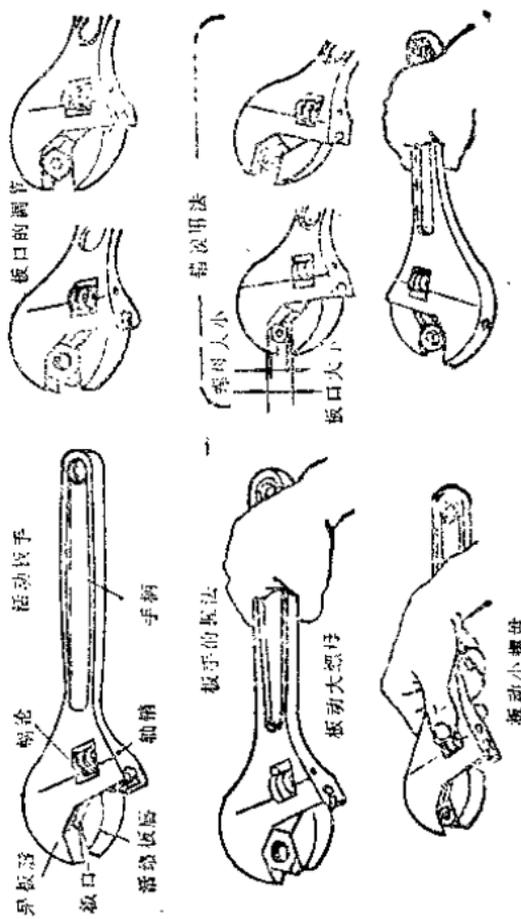

图1—9 活动扳手使用方法
扁嘴钳（图1—8（3）），钳头扁平狭长，用于夹捏、弯曲金属薄片、导线，如用于打线卡，弯线头等。扁嘴钳规格按总长度表示，有110、130、160毫米三种。
斜口钳（图1—8（4））有圆弧型钳头和上翘的刃口。适宜于剪断细金属丝，如配小线时，剪线和剪去弯圆圈后的多余线头。斜口钳规格按总长度表示，有130、160、180、200毫米四种。
剥线钳（图1—8（5））是一种用来剥去电线线头绝缘层的专用工具。钳头左边一片作用是夹住导线，右边一片装有一付切刀，刀片上有四对圆孔，分别适应于剥切线芯直径为0.6、1.2、1.7和2.2毫米的导线。使用时，将导线放在合适的缺口内，手握手柄，钳头一片夹住导线，另一片继之向下割绝缘层，然后，钳口张开把绝缘层推出。使用时，如果将粗线误放至小孔中，便会将线芯剪断或剪伤，因此，必须注意将导线放在合适的缺口以后，再捏紧手柄，切剥导线绝缘层。
活动扳手使用方法（图1—9）
2、梅花扳手（图1—10）。梅花扳手也称星形扳手。当螺母和螺栓头周围空间狭小，不能容纳普通扳手时，采用这